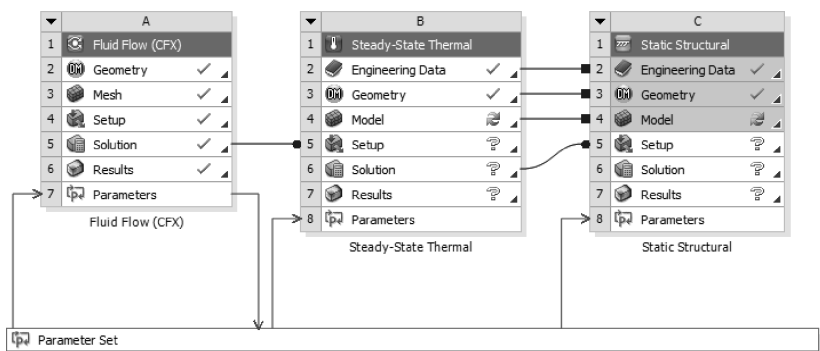

图 12-59 创建耦合分析
(1) 在 CFX 上右键单击【Solution】单元，从弹出的菜单中选择【Transfer Data To New】→【Steady-State Thermal】，即创建稳态热分析；接着，右键单击稳态热分析的【Solution】单元，从弹出的菜单中选择【Transfer Data To New】→【Static Structural】，即创建静力分析，删除流体动力学分析几何单元与稳态热分析几何单元的连线，如图 12-59 所示。